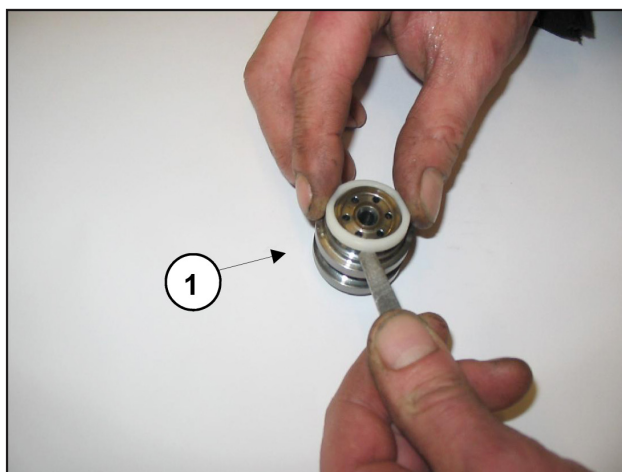

Fig. 25
- Estrarre le sedi valvola ① come indicato in Fig. 25, controllare lo stato di usura dei vari componenti e se necessario eseguire eventuali sostituzioni.